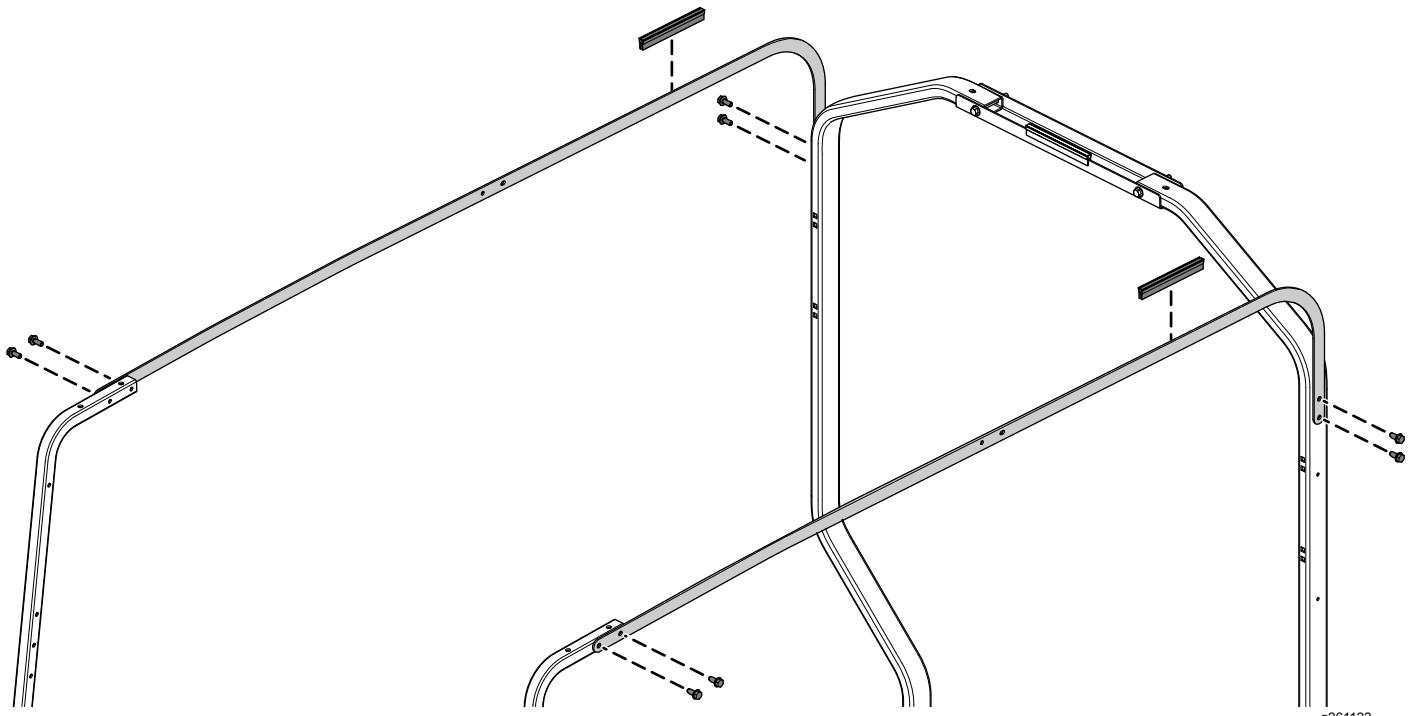

図 14
1. 前後の取り付けチューブに、長い日よけサポート用ブラケット2個を取り付ける六角ワッシャヘッドボルト5/16 x 3/4" 8本を使用して図14のように取り付ける。
2. 長い日よけサポート用ブラケット2個に、トリムシール2枚を貼る図14。